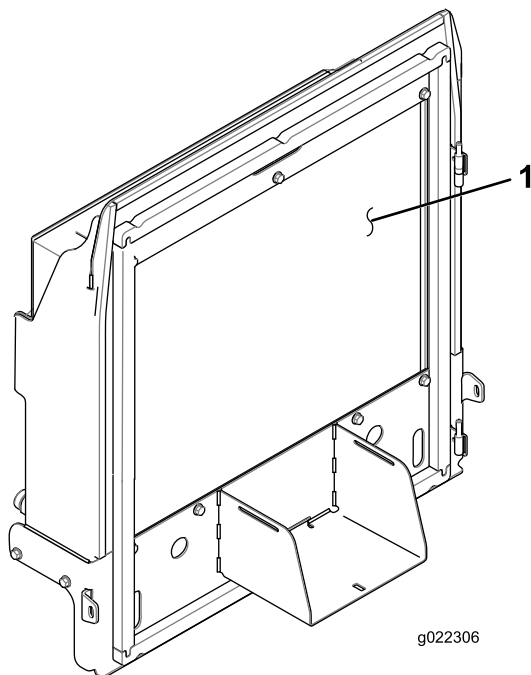

Figura 86
4. Pulite accuratamente entrambi i lati del radiatore e del refrigeratore dell'olio (Figura 86) utilizzando aria compressa.